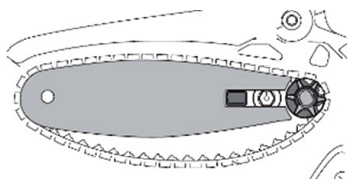

Рис. 3
- Установите пильную шину с цепью на ведущей звездочке и разместите шину в пазах корпуса пилы (Рис. 3).